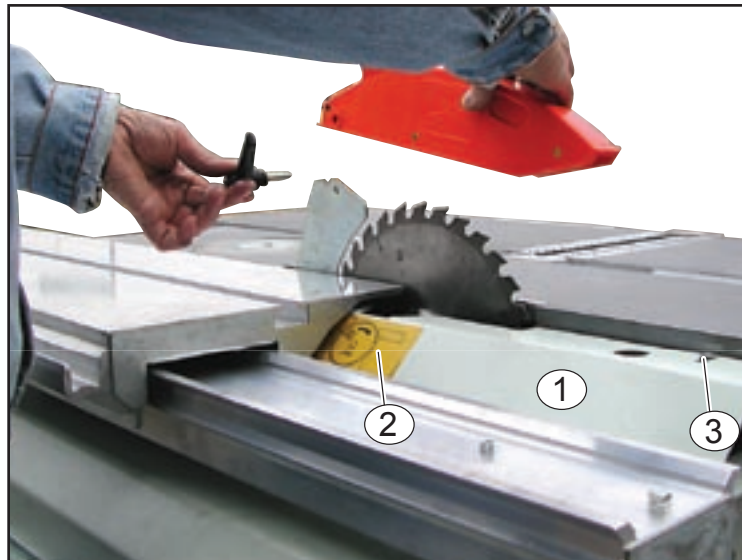

Fig. 5.7.3C
- 6 Sfilare il cappello di bloccaggio dell'albero frese pos. 6
- 7 Togliere gli anelli distanziali pos. 7
- 8 Pulire le superfici di appoggio degli anelli distanziali pos. 7 dopo averli messi, se necessario, in una soluzione di ammoniaca con un pennello o degli stracci, non usare spazzole metalliche
- 9 Montare le frese sull'albero cercando di posizionarle più in basso possibile compatibilmente con il disegno della fresa e con il tipo di lavorazione da eseguire. La posizione delle frese è agevolata dagli anelli distanziali pos. 7 forniti in vari spessori
- 10 Montare il cappello pos. 6 avendo cura di controllare che con gli anelli distanziali posti sull'albero, lo spazio tra l'ultimo anello e la testa dell'albero sia min. 3 mm e max 8 mm fig. 5.7.3C
- 11 Nel montaggio del cappello pos. 6 fare attenzione a fare coincidere i fori pos. 8 con le spine pos. 9 posizionate sulla sommità dell'albero
- 12 Riavvitare la vite pos. 5 sull'albero e bloccare l'utensile o il pacco degli utensili montati